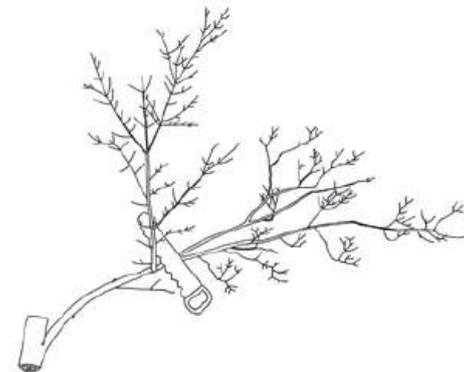

Figure 1. Choix d'enlever les structures vieillissantes plutôt que les axes vigoureux, tel le gourmand.
1. Enlever les structures vieillissantes plutôt que les axes vigoureux et les rejets, qui sont les efforts ultimes de l'arbre pour renouveler sa structure (figure 1).